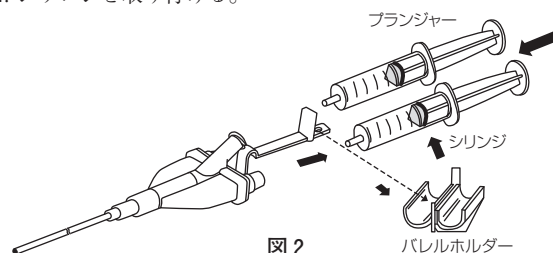

図 2
- 図2の通りフィブリノゲン液の入ったシリンジ（青）、トロンビン液の入ったシリンジ（赤）をバレルホルダーで固定する。